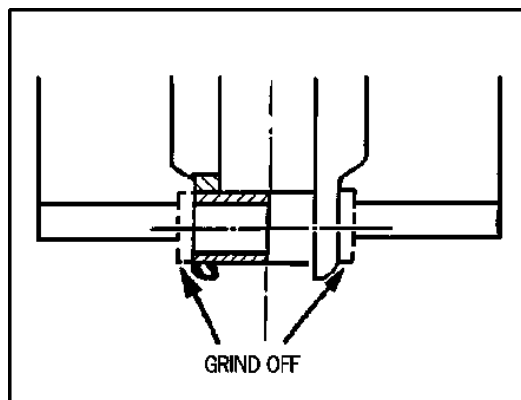

Fig. 3-16 Meulage des douilles
5. Découper les extrémités de la douille et les meuler afin de les rendre lisses (fig. 3-16).